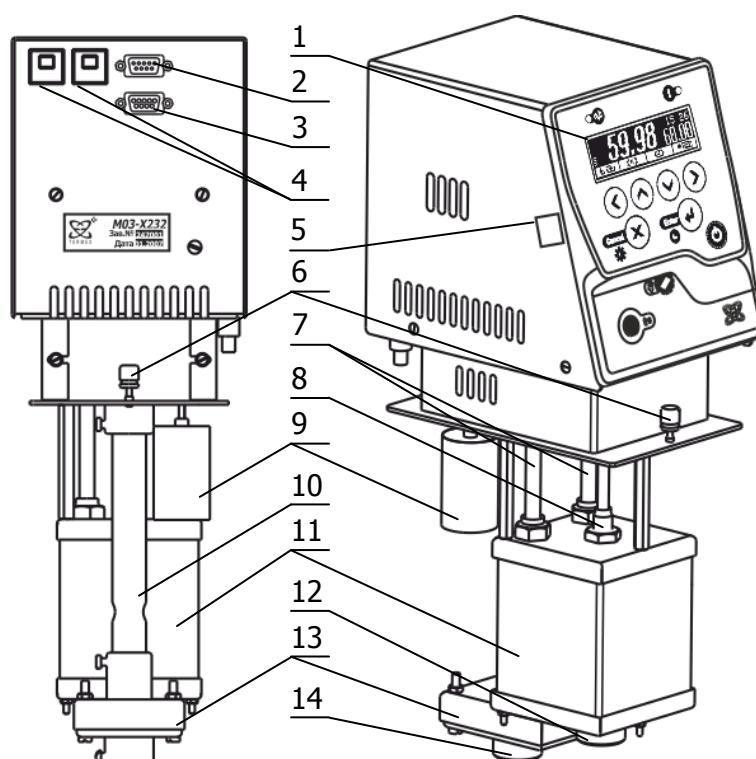

Рисунок 1 — Устройство блока регулирования
1.4.2 Работа блока регулирования заключается в поддержании заданной температуры потока теплоносителя, прокачиваемого насосом 13 через резервуар 11 (рисунок 1). Забор теплоносителя производится через входной патрубок 14, а выброс — через выходной патрубок 12.
В процессе работы блока регулирования на дисплее 15 отображается температура теплоносителя, значение уставки (задание), мощность нагрева, текущее время и дополнительная служебная информация. Установка режимов работы блока регулирования осуществляется органами управления, расположенными на лицевой панели 1 (рисунок 1).
2.2.1 Установить блок регулирования на ванне так, как указано в руководстве по эксплуатации терmostата и закрепить винтами 9 (рисунок 1).